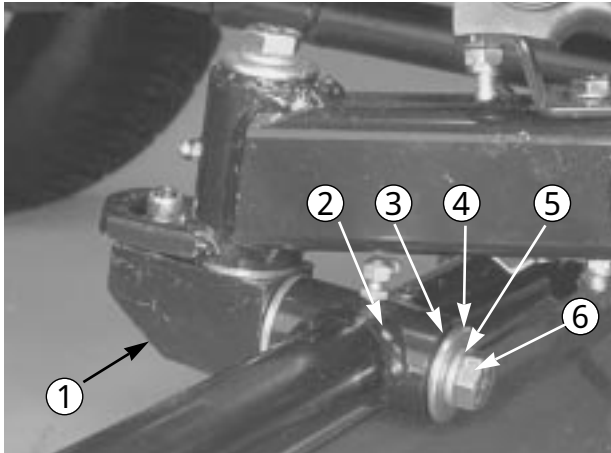

図 9
7. カッティングユニットの取り付けシャフトとキャリアフレームのピボット・チューブを整列させ、シャフトをチューブに差し込む（図 9）。